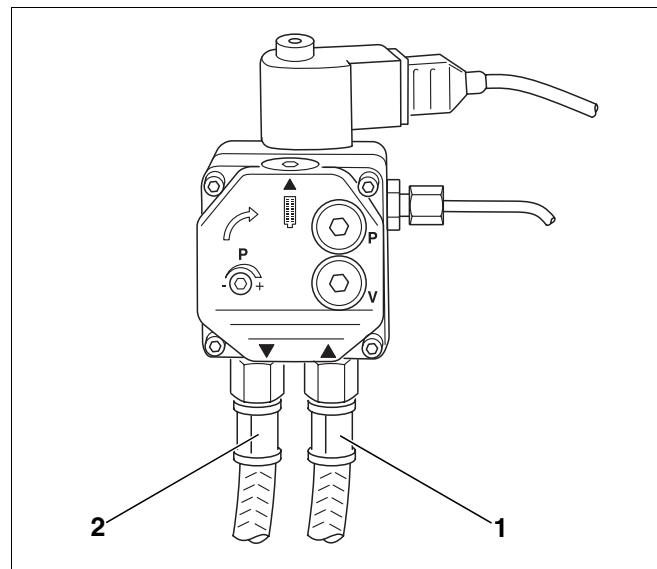
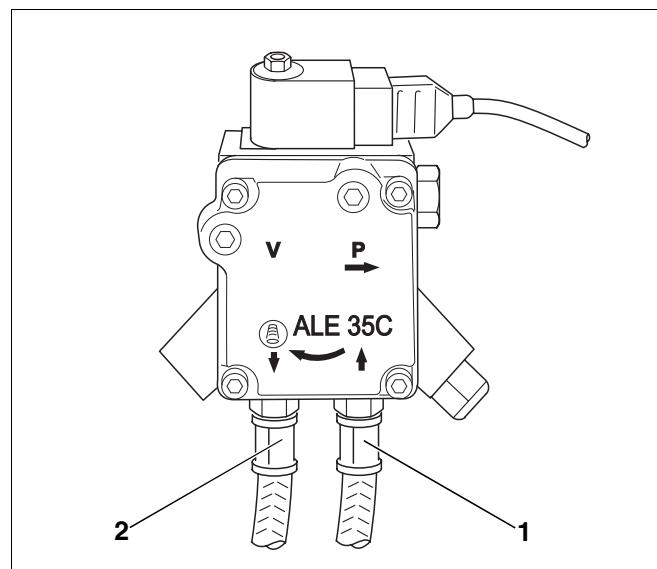

Рис. 12 Топливный насос – Danfoss
Рис. 13 Топливный насос – Suntec
Следите за тем, чтобы не перепутать подключение всасывающего и обратного топливопроводов (рис. 12 и рис. 13).
**Экспликация к рис. 12 и рис. 13:**